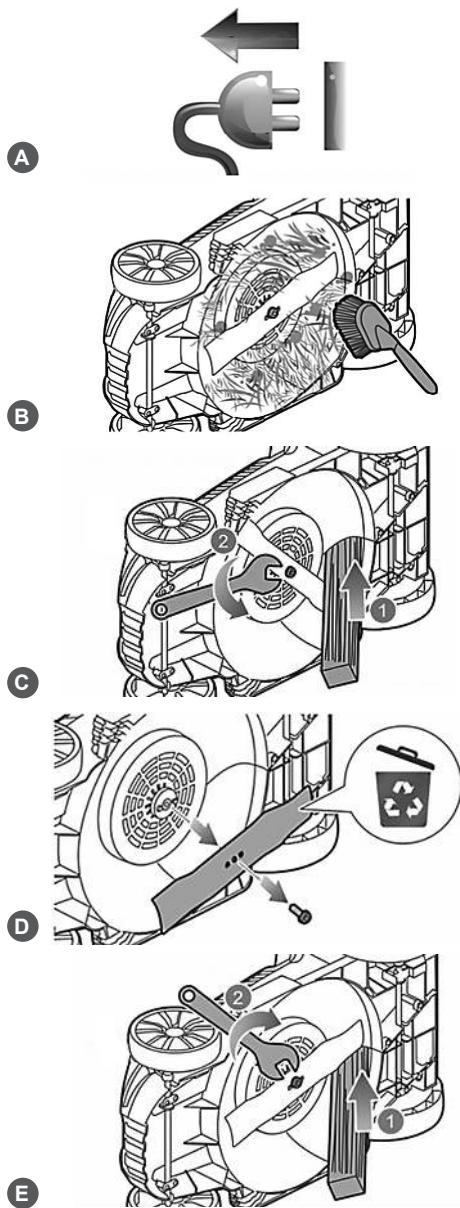

Рис. 18 Замена ножа
2. Возьмите одной рукой нож и крепко держите, или установите деревянный бруск 1 и зафиксируйте нож от проротации (Рис. 18).
3. Установите гаечный ключ 2 (в комплектность не входит) и открутите против часовой стрелки болт крепления ножа (Рис. 18).
- Установите новый нож на адаптер 2 (Рис. 18) так, чтобы:
- Возмите одной рукой нож и крепко держите, или установите деревянный бруск 1 и зафиксируйте нож от проворачивания (Рис. 18).